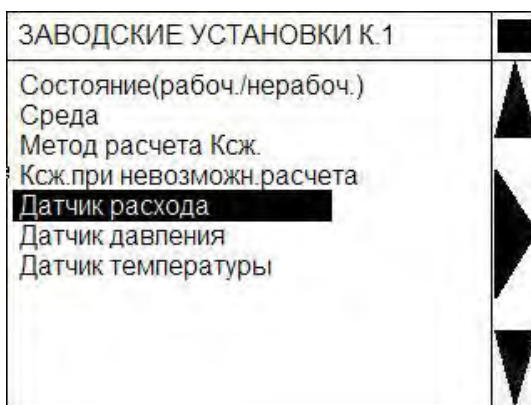

Рисунок 17 — Меню «ЗАВОДСКИЕ УСТАНОВКИ КАНАЛА»
3.4.7.2 Выбрав любую строку в меню «ЗАВОДСКИЕ УСТАНОВКИ» можно просмотреть их значения для конкретного канала (рисунок 17). Для того чтобы изменить параметры, нужно предварительно ввести пароль изготовителя.